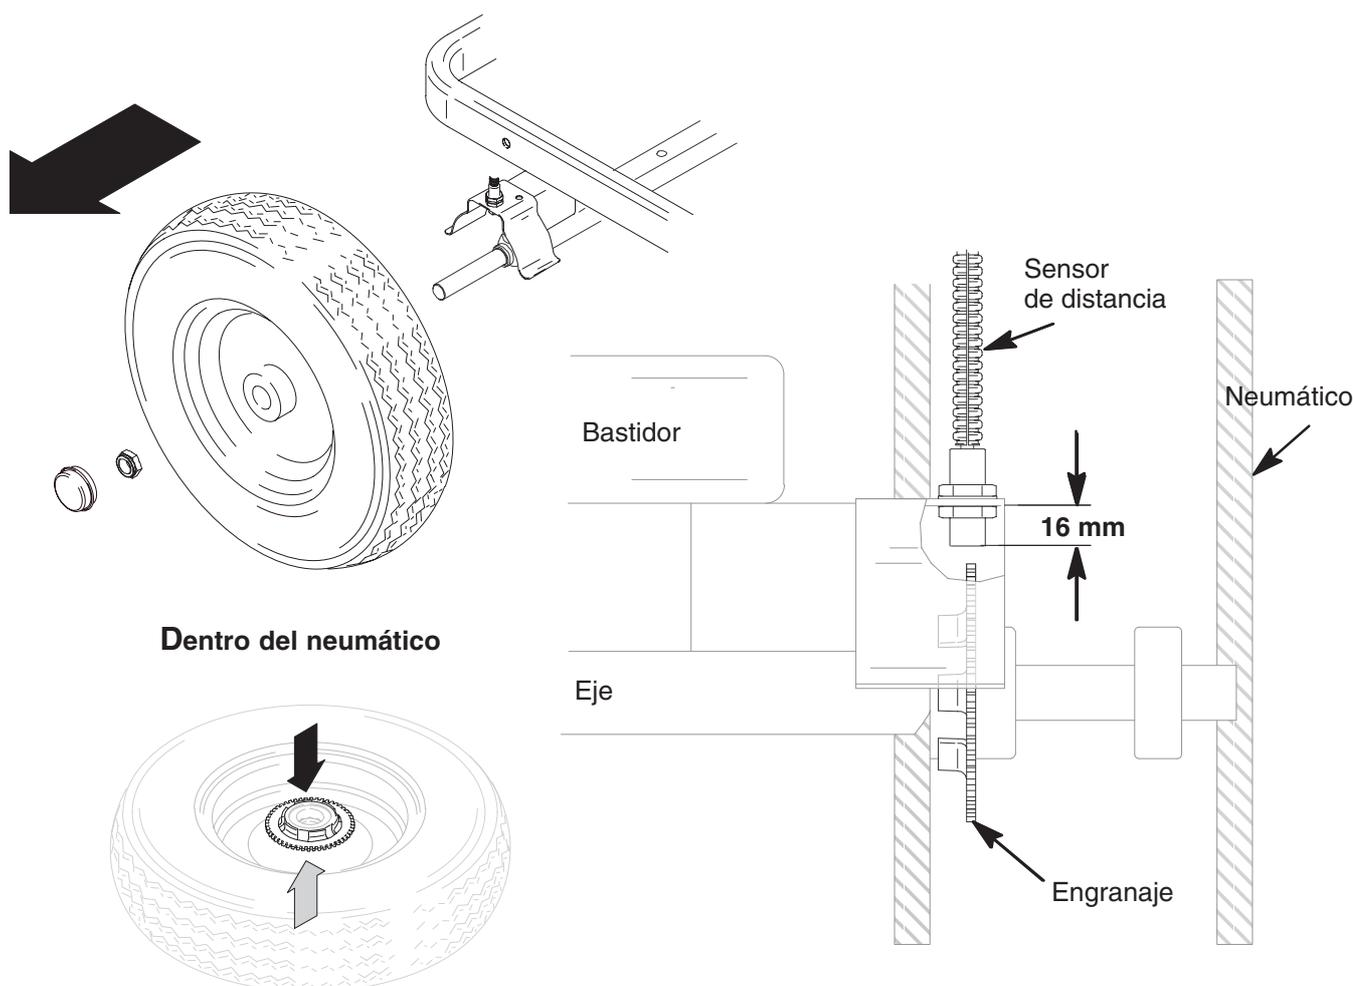

Fig. 7
2. Fig. 7. Retire la tapa antipolvo (74) de la rueda. Retire la tuerca (62).
3. Desmonte la rueda (82) del LineLazer.
4. Alinee el engranaje (57) con el sensor.
5. Instale la rueda (82) en el LineLazer.
6. Instale la tuerca (62) hasta que esté apretada, y después retroceda 1/4 de vuelta. Instale la tapa antipolvo (74) en la rueda.